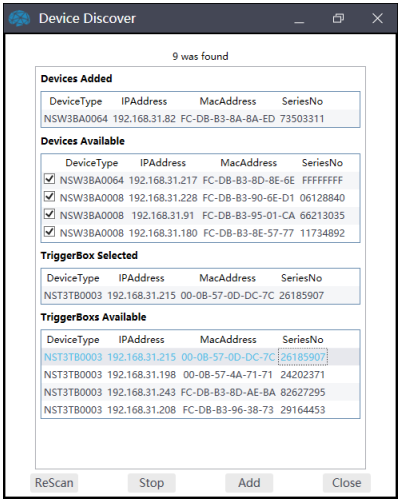

图 9 Device Discover 界面
- 1) 在 Device Settings 窗口中，点击 ，自动搜索在线设备，弹出 Device Discover 对话框（图 9），并显示搜索的结果；
- 4) 在设备注册列表选定试验设备时，可在设备详细信息框中（见图 9 的下部分区域）对其代号进行编辑。